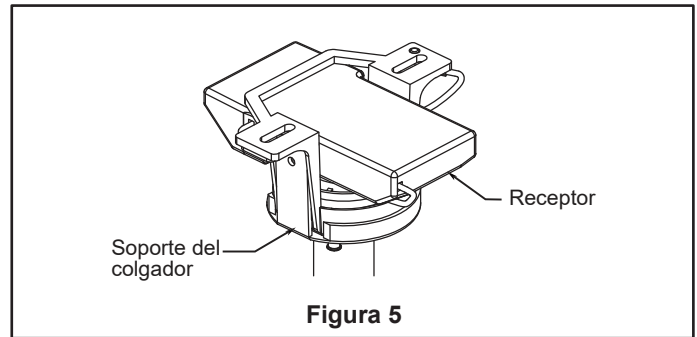

Figura 5
4. Una vez que se ha realizado la conexión, deslice el receptor en el soporte del colgador, teniendo cuidado de no pillar los cables. (Figura 5)